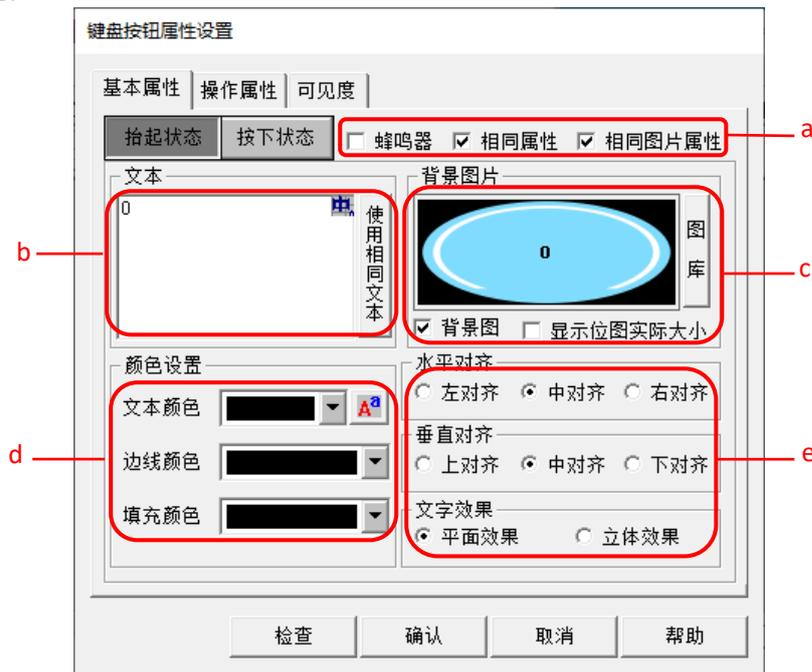

图 2.3-5 键盘按钮外观设置
- ③ 先添加 1 个输入“0”的按钮：双击绘制的键盘按钮构件，在基本属性功能页如图 2.3-5 所示，设置键盘按钮外观；
- c. 设置构件背景图片属性，通过【图库】选择背景图或插入自定义背景图，本节所示图片插入方法如图 2.3-5 所示；